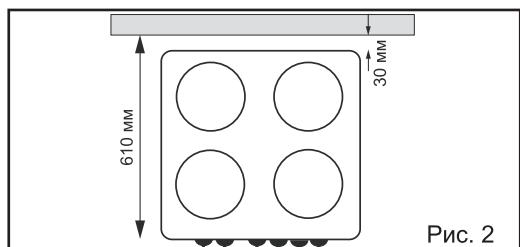

Рис. 2
- глубина встраивания от задней до передней стенки прибора: **610 мм** (см. рис. 2, вид сверху).